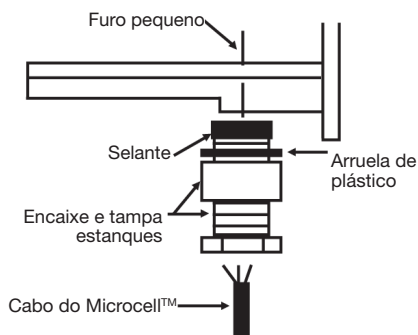

Figura 4-12. Inserção do Cabo Microcell™ através de encaixe e tampa estanques.
2. Vide Figura 4-12. Coloque uma arruela de plástico em uma conexão estanque. Passe o cabo Microcell™ através de uma tampa e um encaixe estanque. Deixe um comprimento adequado de cabo entre a Microcell™ e o encaixe para fornecer uma alça de gotejamento (vide Figura 4-13).